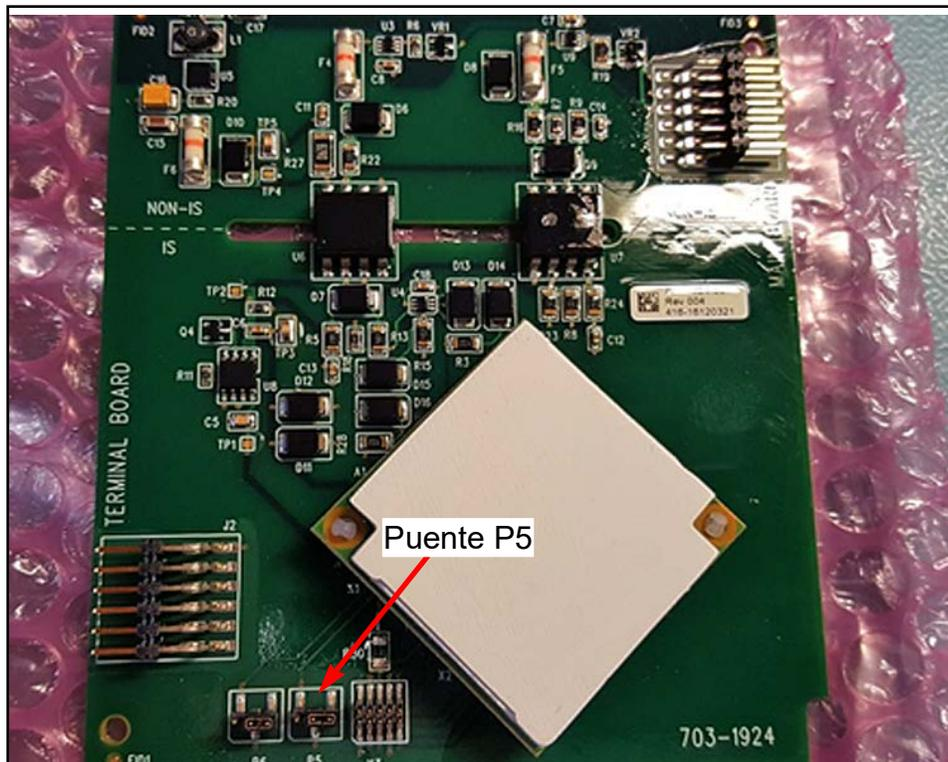

Figura 79: P5 en PCB XMT1000
2. Localice el puente **P5** (véase Figura 79 más abajo).